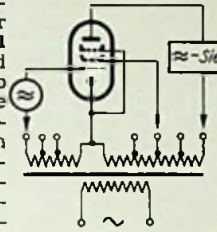
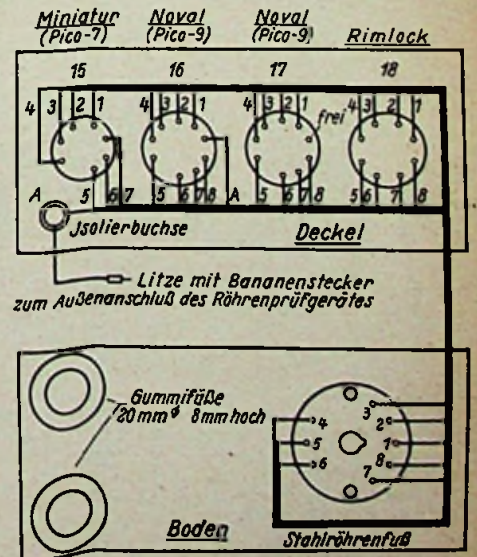

Bild 3. Prinzip der Aussteuerungsprüfer (Klasse 3)
Bild 2. Verdrahtung des Zusatzgerätes
3. Aussteuerungsprüfer, deren Anzeige in erster Linie von der Steuerfähigkeit der Röhre abhängt. Bild 3 läßt erkennen, daß hier zur Gittervorspannung noch eine besondere Signalspannung in Reihe gelegt wird, die im Anodenkreis ausgiebt und gemessen werden kann. Das Ergebnis ist eine willkürliche Größe, die zwar Rückschlüsse auf die relative Steilheit des Prüflings, nicht aber auf ihren tatsächlichen Wert zuläßt. Infolgedessen ist der Nutzen dieser Methode gegenüber der zweiten Klasse kaum größer.
Das Zusatzgerät trägt nach Bild 1 Fassungen für Miniatur-, Noval- und Rimlockröhren. Auf der Unterseite befindet sich ein Stahlröhrensockel, der in die zugehörige Fassung des Hauptgerätes gesteckt wird. Das Gehäuse besteht aus zwei Blechteilen nach Bild 3 und 4, die miteinander verschraubt werden. Die Verdrahtung erfolgt nach Bild 2 am besten durch einen Kabelbaum. Für die Leitungen von der Rimlockfassung zum Stahlröhrensockel ist Litze zu wählen oder eine biegsame Krümmung im Kabelbaum vorzusehen. Alle gleichlautenden Ziffern werden miteinander verbunden.